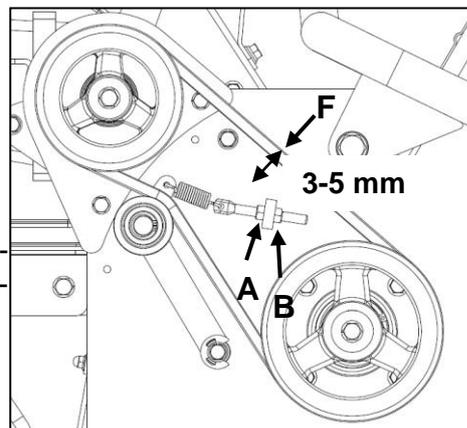

Figura 23
- Premere la cinghia con un dito sul punto (F, Figura 23); la cinghia deve spostarsi di 3-5 mm. Se la cinghia non si muove di conseguenza, regolarla con le viti (A, Figura 23) e (B, Figura 23).